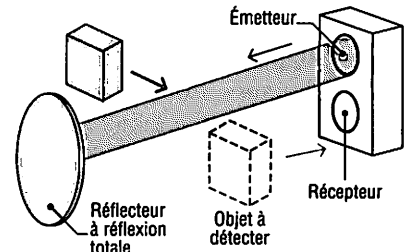

Fig. 15 : Disposition reflex.
- reflex, un miroir renvoie le faisceau lumineux sur le capteur qui est à la fois émetteur et récepteur (fig. 15).